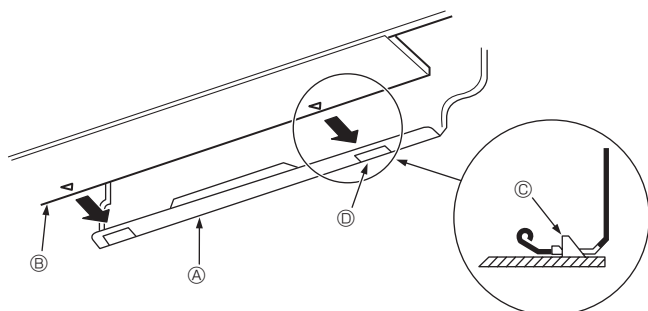

Fig. 3-10
- Lors de l'insertion du tuyau de réfrigérant et le tuyau d'écoulement dans l'orifice mural d'insertion (manchette de pénétration), accrocher la partie supérieure de l'appareil intérieur sur la planche d'installation ①.
- Fixer en poussant la partie inférieure de l'appareil intérieur sur la planche d'installation ①. (Fig. 3-10)
* Vérifier que les boutons en bas de l'appareil intérieur sont correctement maintenus sur la planche d'installation ①.
① Planche d'installation
② Appareil intérieur
③ Crochet
④ Orifice carré